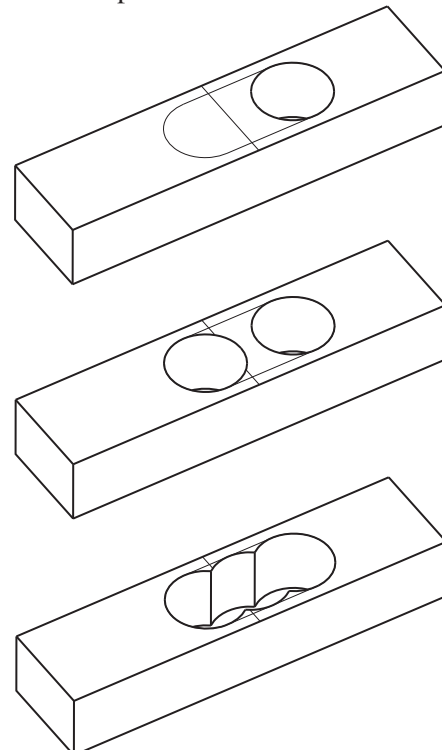

Figure 3 : Dégrossissement de l'entaille
3. Comme le montre la **figure 3**, dégrossir l'entaille en perçant trois trous contigus à l'aide d'une mèche Forstner de 3/4 po.